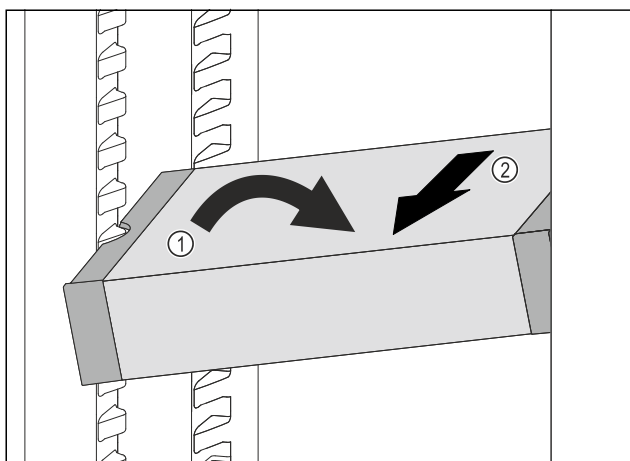

Fig. 97
- ▶ VarioSafe ustawić w chłodziarce pod skosem. Fig. 97 (1)
- ▶ VarioSafe wyjąć do przodu. Fig. 97 (2)